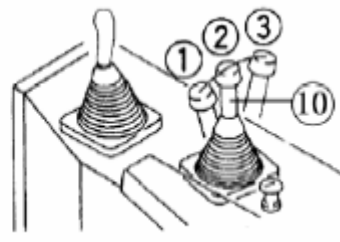

Рисунок 1-20
1.4.1.10. Рычаг управления рыхлителем (риппером) (см. рисунок 1-20)